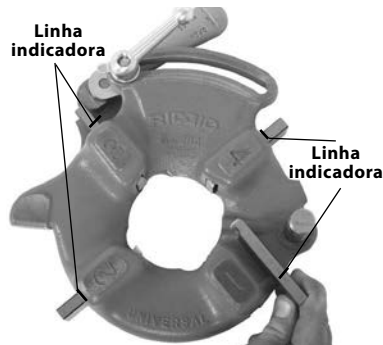

Figura 6 - Inserir as tarraxas
- Levanta a lingueta da anilha para fora da ranhura na barra de tamanho. Desloque a anilha para a extremidade da ranhura (Figura 6).
- Insira as tarraxas apropriadas na cabeça de rosca, a extremidade numerada para cima até a linha indicadora estar em cima da extremidade da cabeça de rosca (ver Figura 6). Os números das tarraxas têm de corresponder aos das ranhuras na cabeça de rosca. Substitua sempre as tarraxas em conjunto - não misture tarraxas a partir de conjuntos diferentes.